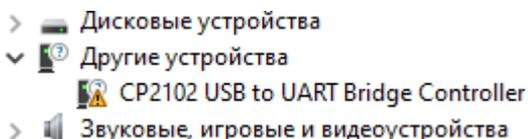

Рисунок 1. Отображение устройства в диспетчере устройств
4. После подключения устройства запустится автоматический поиск драйверов, который, завершится неудачей. Для установки драйверов найдите в "Диспетчере устройств" раздел "Другие устройства", в нем должно быть устройство "CP2102 USB to UART Bridge controller" (рисунок 1).